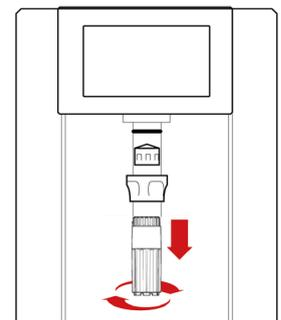

Fig. 1-18
36.1 – Staccare la spina di alimentazione elettrica dell'apparecchio. Svitare la ghiera di serraggio dell'ugello di erogazione con l'apposita chiave in dotazione ruotandola da destra verso sinistra fino al completo svitamento. Prestare attenzione a non perdere la capsula del perlatore e la guarnizione ad anello, Fig. 1-18. Se la guarnizione non si stacca subito, verificare che sia rimasta all'interno della sede del raccordo lato apparecchio.